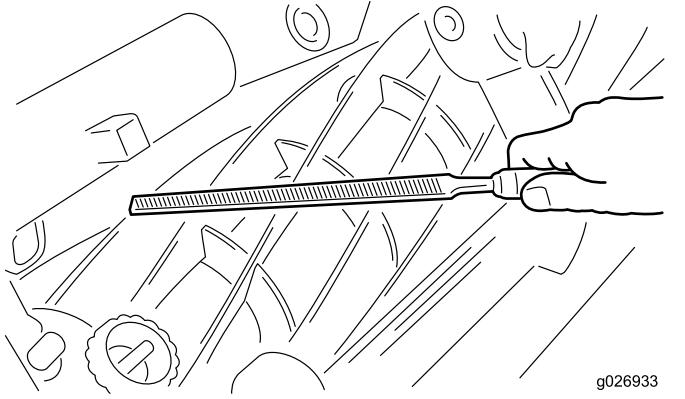

図 10
4. **異物に当たった場合** 石などの異物に当たってベッドナイフやリールが傷つくことがあります。ひどい損傷でなければ、その場で修正することができます。まずヤスリを使って刃の表面を滑らかに整形します図10。リール刃が曲がっている場合は、丸頭ハンマーで真っ直ぐに修正します。ベッドナイフは弾性変形して位置ずれしているのが普通ですので、リールとの位置合わせをやり直してください「ベッドナイフをリールに平行にする」を参照。